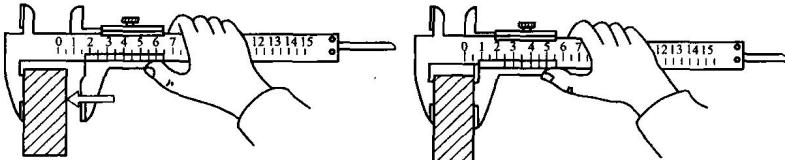

图 2-6 游标卡尺使用方法
(1) 测量前应对被测工件和游标卡尺量爪做必要的清洁工作，以免切屑或毛刺影响测量的正确精度值。
(2) 游标卡尺正确的使用方法应如图 2-6 所示。测量工件时右手轻握尺身，左手拿着工件或放在工作台上，测量时尺身量爪应紧贴工件被测基准表面，拇指缓缓推动游标，使游标量爪与工件被测表面贴平，锁紧螺钉读值。